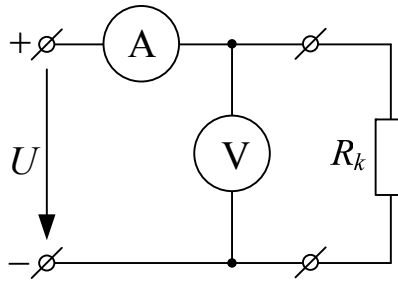

Рис. 1.6
5. Для самоконтроля на наборном поле стенда собрать цепь согласно схеме рис. 1.6.
Для проведения эксперимента по-прежнему используется схема, приведенная на рис. 1.6. К источнику ИР, напряжение которого предварительно уменьшено до нуля, подключить один из выбранных резисторов. Далее, изменяя напряжение ИР от 0 до величины $0,8 U_{нк}$ через равные промежутки ΔU , произвести $5 \div 6$ измерений напряжения и тока (значение $U_{нк}$ для выбранного резистора взять из табл. 1.1).